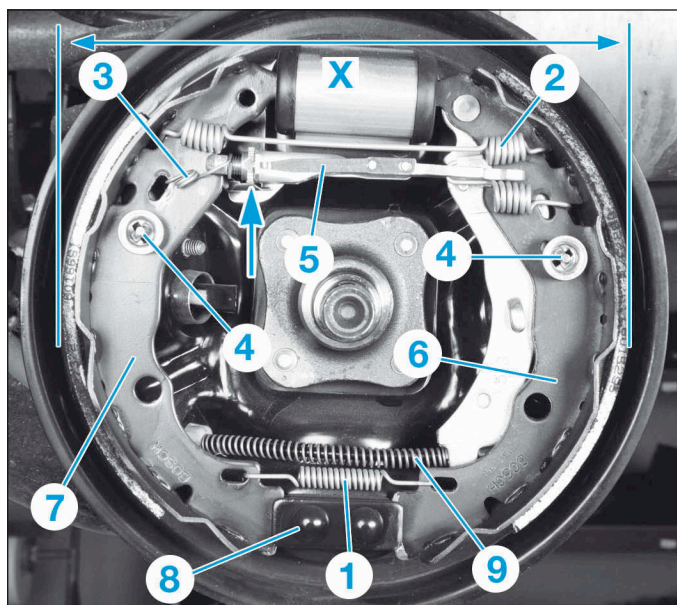

FIG.13
- Déposer (Fig.13) :
- le ressort inférieur (1) puis le ressort supérieur (2) à l'aide d'une pince pour segment de frein,
- le ressort (3) du système de rattrapage de jeu,
- les dispositifs de maintien (4) en maintenant la tige de liaison au contact du plateau de frein,
- la biellette de rattrapage de jeu (5).
- Retirer alternativement chaque pied de segment (6) et (7) du point fixe (8).
- Défaire le câble de frein de stationnement (9) du levier de segment (6).
- Déposer les segments (6) et (7).